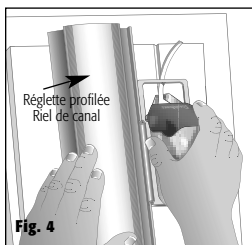

Fig. 4
- 4 S'assurer que les lames ne sont pas positionnées sur l'arrière supérieure de la plaque en mousse et appuyer vers le bas sur la tête de découpe. Lorsque la tête de découpe est totalement enfoncée, tirer sur la scie à rainurer vers l'arrière, le long de la réglette profilée, et continuer sur la longueur de la plaque en mousse (**Fig. 4**).
- 4 Presione el cabezal cortante hacia abajo con las cuchillas ubicadas fuera del borde superior de la plancha de espuma. Mantenga el cabezal cortante oprimido y deslice el cortador de ranuras en V hacia atrás por el riel de canal y continúe a lo largo de la plancha de espuma (**Fig. 4**).